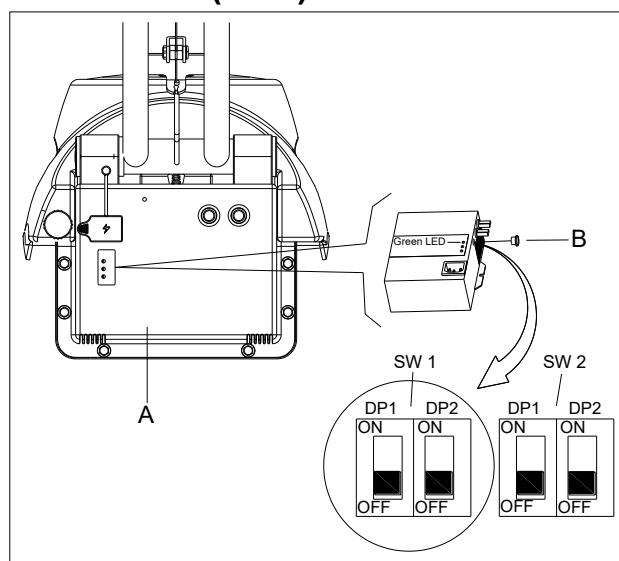

Figura 4
1. Apague la máquina y desmonte la tapa (A como en la figura 4) de la máquina. Luego retire la tapa negra redonda ubicada en la parte frontal del cargador (B como en la figura 4). Encontrará dos set de interruptores DIP (SW1 y SW2) en el cargador.